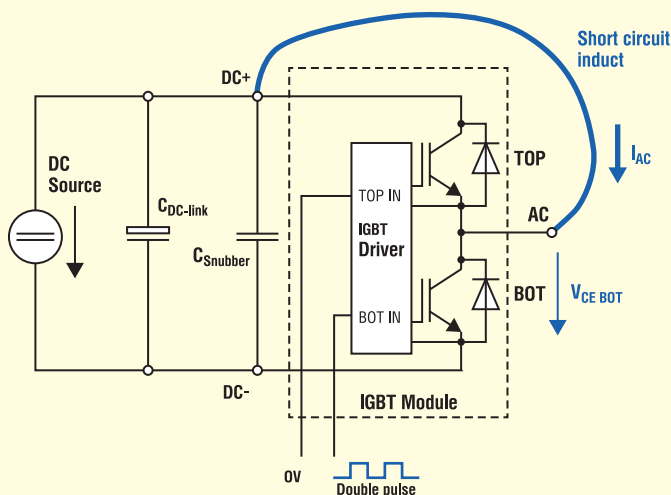
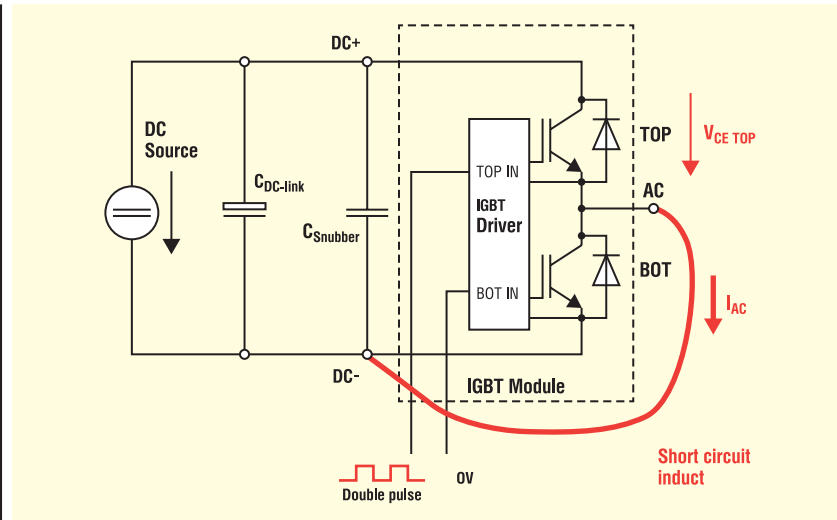

Рис. 5. Вимірювання напруги $V_{CE\text{peak}}$ на нижньому IGBT; верхній ключ закорочений кабелем або дроселем; подвійний імпульс подають на нижній IGBT
Рис. 6. Вимірювання напруги V_{CEpeak} на верхньому IGBT; нижній ключ закорочений кабелем або дроселем; подвійний імпульс, подають на верхній IGBT
- Режим K3 реалізується за допомогою перемикачів з товстого кабелю від позитивного полюса постійного струму до виводу змінного струму (для вимірювання на нижньому IGBT, рис. 5)), або від негативного полюса постійного струму до виводу змінного струму (для вимірювання на верхньому IGBT, рис. 6). Ін-